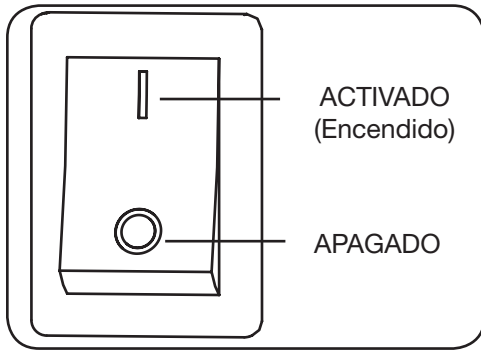

Figura 3-3
- Si la cultivadora viene equipado con un control de parada de emergencia del motor, asegúrese de que el interruptor esté en la posición de encendido ACTIVADA antes de intentar encender la cultivadora. Vea la Figura 3-3.
Mueva el interruptor de control de parada a la posición de APAGADO. Vea la Figura 3-3.